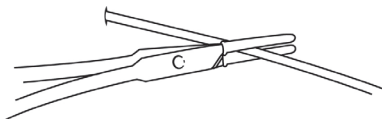

Fig. 1
1. Prepareer het gebied. Klem de katheter bij de entree in de huid stevig af met een van een rubber beschermlaag voorziene klem (fig. 1).